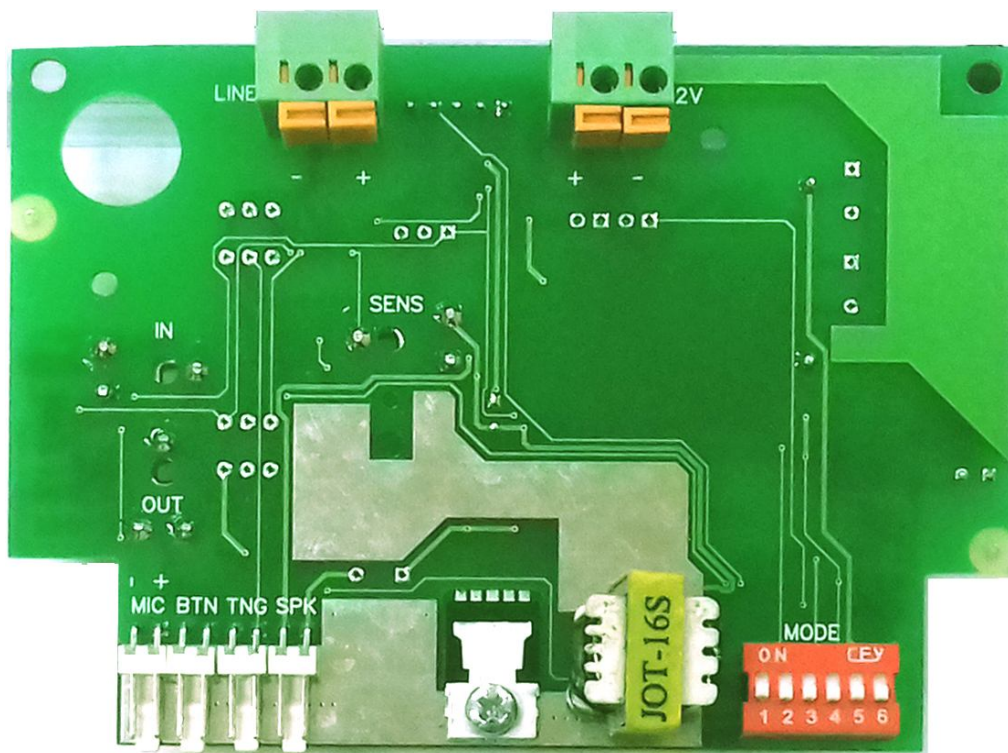

Рисунок 6.1. Расположение элементов регулировки на плате прибора GC-4017M3
- Подключите провода к клеммам прибора GC-4017M3 (рис. 6.1), а у прибора GC-4017D1.1 к клеммам «Линия», которые расположены на задней крышке прибора.